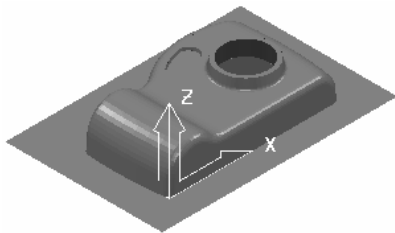

图 2-254 打开范例文件
2) 选择下拉菜单中的“文件”→“范例”命令，弹出“打开范例”对话框，选择“camera.ttr”（“随书光盘：\第2章\exercise23\uncompleted\camera.ttr”）文件，单击“打开”按钮即可，如图 2-254 所示。